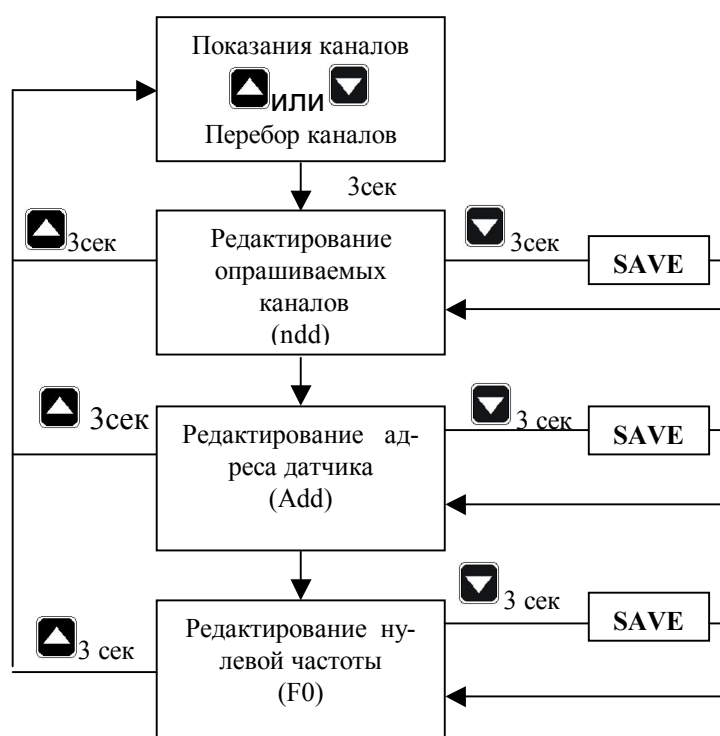

Рис. 1
6.1 Электрические соединения с сетью, датчиками температуры осуществляется через разъемы и клеммные колодки, расположенные на задней панели прибора (см рис. 1).